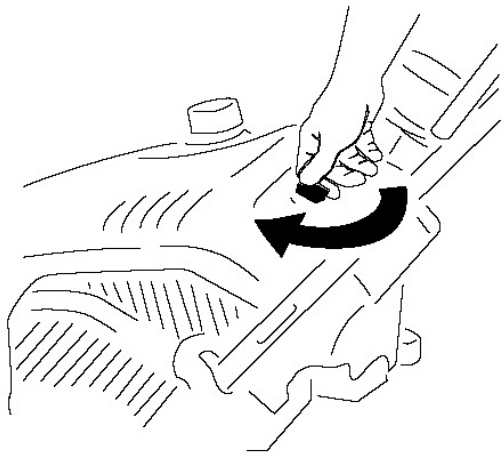

Рисунок 11
1. Поверните ключ зажигания по часовой стрелке в положение ON (Рис. 11)